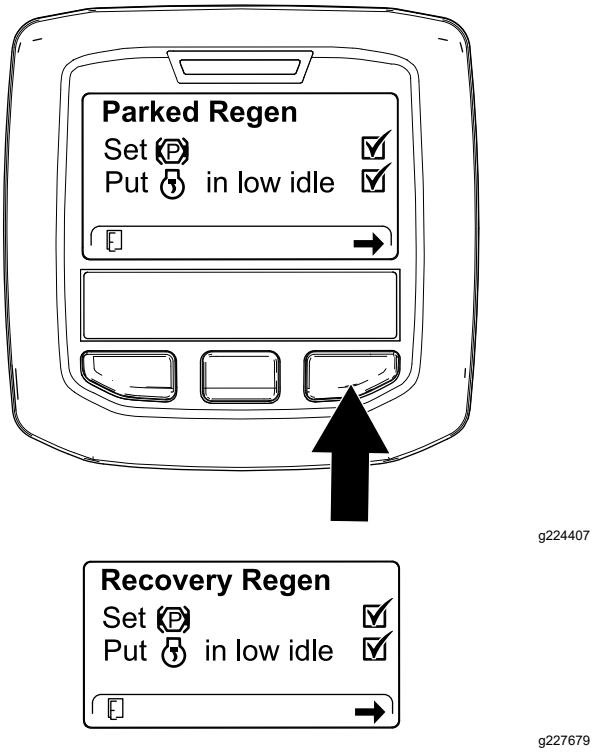

Figure 56
3. Sur l'écran de la liste de contrôle du FAP, confirmez que le frein de stationnement est serré et que le moteur tourne au ralenti (Figure 56).